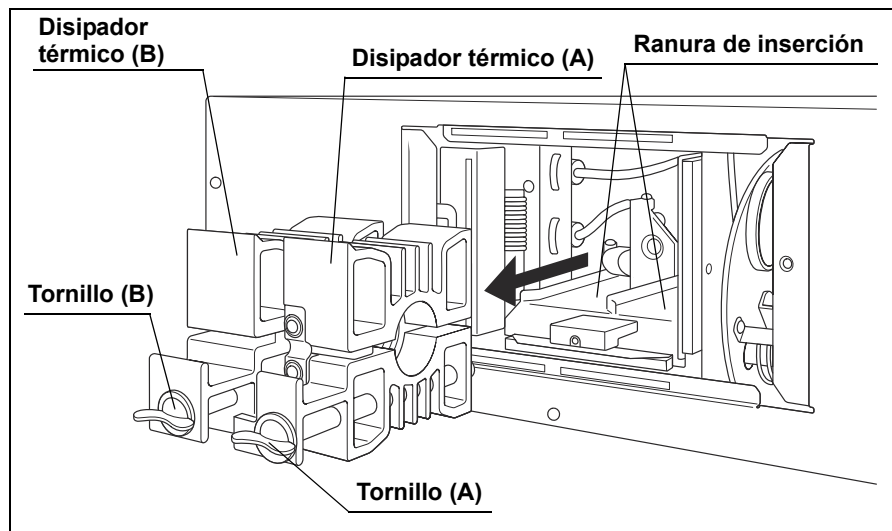

Figura 5.4
7. Gire el tornillo (A) 90° en sentido antihorario para aflojarlo.
8. Gire el tornillo (B) 90° en sentido antihorario para aflojarlo.
9. Mientras sujeta los tornillos o los salientes de los disipadores térmicos, extraiga la lámpara de exploración con los disipadores térmicos (A) y (B) acoplados (véase la figura 5.4).